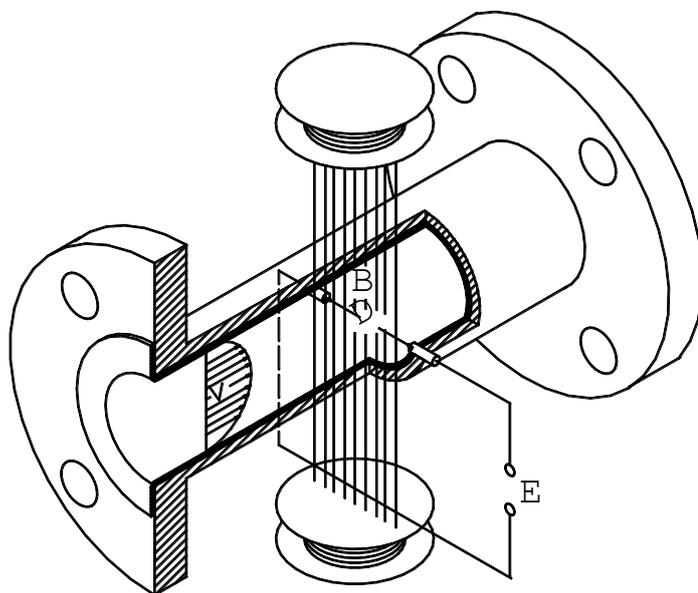

Рис. 4.1
4.1.1 Принцип действия расходомера основан на явлении электромагнитной индукции (см. рис. 4.1).
4.2.3 ППР представляет собой отрезок трубопровода из немагнитного материала (см. рис.4.1), внутренняя поверхность которого футерована диэлектриком (фторопластом). В диаметрально противоположных стенках трубопровода установлены два электрода, контактирующие с измеряемой средой и предназначенные для съёма ЭДС индукции (Е). Благодаря такой конструкции ППР расходомер вносит минимальное гидравлическое сопротивление в поток жидкости. Магнитная система ППР состоит из двух последовательно включённых катушек возбуждения и магнитопровода. ЭДС индукции усиливается в блоке аналоговой обработки ПМ, преобразуется в цифровую форму и поступает затем в блок цифровой обработки сигнала. Блок аналоговой обработки сигнала также формирует ток, поступающий на катушки возбуждения магнитной системы ППР.